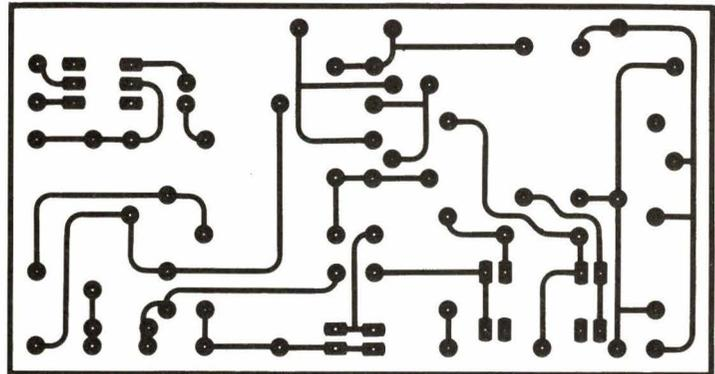
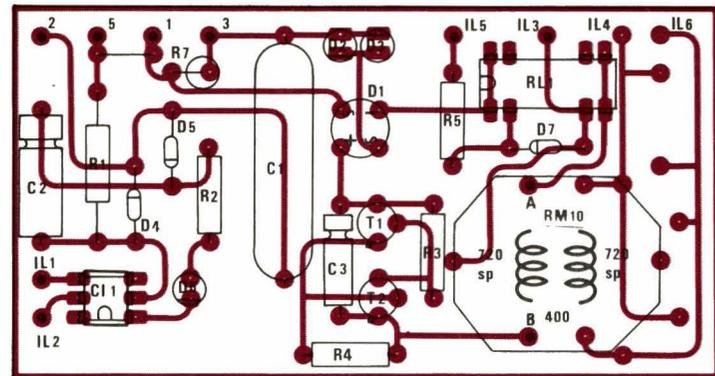

Figure 3.
Figure 4.
**L**e circuit imprimé de la figure 3 devra être gravé en double exemplaire : sur l'un d'eux sera câblé le module d'interface de la ligne n° 1 selon le plan de la figure 4. Sur l'autre, on montera le circuit de la ligne n° 2, conformément à la figure 5. Il ne serait